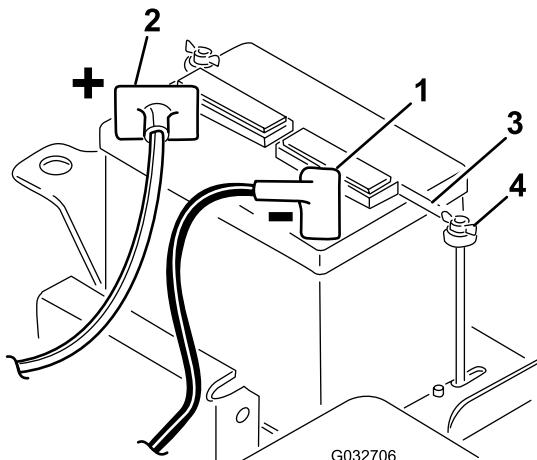

Рисунок 5
- Подключите положительный кабель (красный), идущий от реле стартера, к положительному штырю аккумуляторной батареи (Рисунок 5). Закрепите его каретным болтом с гайкой.
5. Установите зажим аккумуляторной батареи и шайбы, закрепите их барабановыми гайками (Рисунок 5).